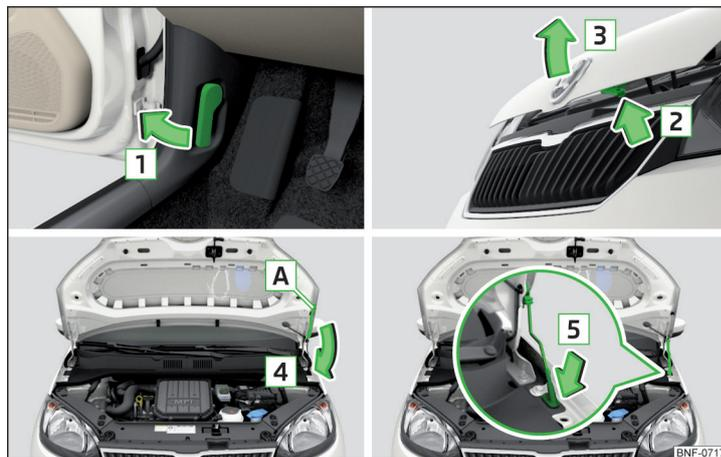

Fig. 136 Abrir el capó
- Abra la puerta delantera y tire de la palanca de desbloqueo ubicada debajo del tablero de instrumentos en el sentido de la flecha **1** » fig. 136.